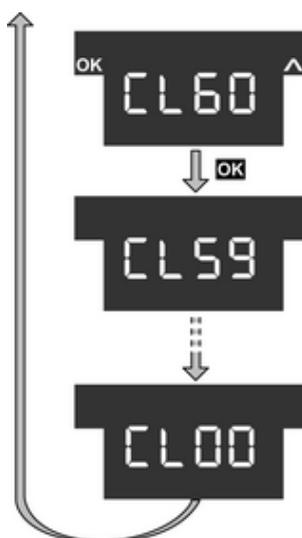

Figure 9
- À l'aide de la touche sensorielle **^**, sélectionner la commande de menu **CL60** associée à la fonction de nettoyage et actionner la touche sensorielle **OK** (figure 9).